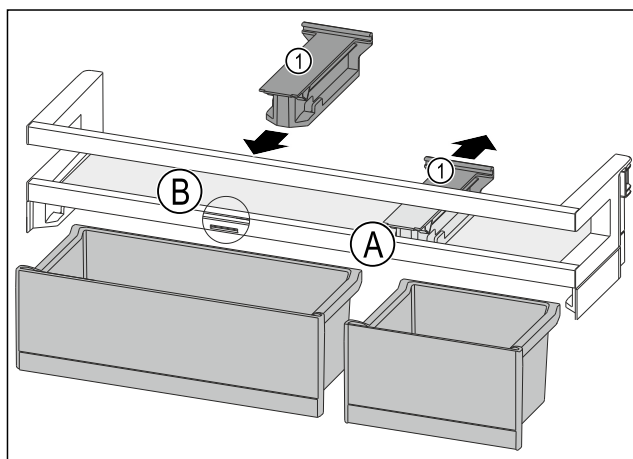

Fig. 81
- Retirer la pièce de retenue Fig. 81 (1) en position Fig. 81 (A) vers l'arrière.
- Mettre la pièce de retenue Fig. 81 (1) en position Fig. 81 (B).